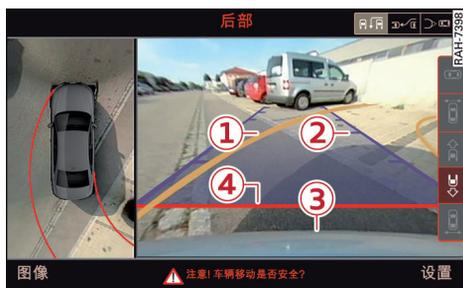

图 211 信息娱乐系统：测定车位
- ▶ 橙色定向线 ① 指示汽车的行驶轨迹。转动方向盘，直到橙色定向线进入停车空位 ⇨ 图 211。借助标记 ②，您可以估计至障碍物的距离。每个标记相当于约 1 米。蓝色标记面显示汽车轮廓向后约 5 米的延伸区。
- ▶ 倒车，在行驶过程中借助停车场空位的橙色定向线调整转向角度 ⇨ ⚠，在一般说明中，见第 139 页、⇨ ①，在一般说明中，见第 139 页。③ 表示后保险杠。最迟在红色定向线 ④ 接触到一个障碍物时，就不要再继续倒车 ⇨ ⚠，在通用提示中，见第 137 页！